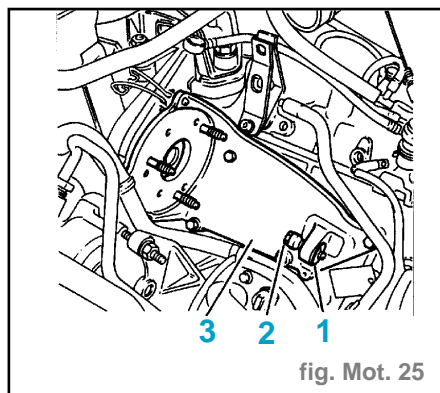

fig. Mot. 25
- S'assurer de la présence de la vis (1) et de la rondelle (2) sur le support de pompe d'injection (3) (fig. Mot. 25).